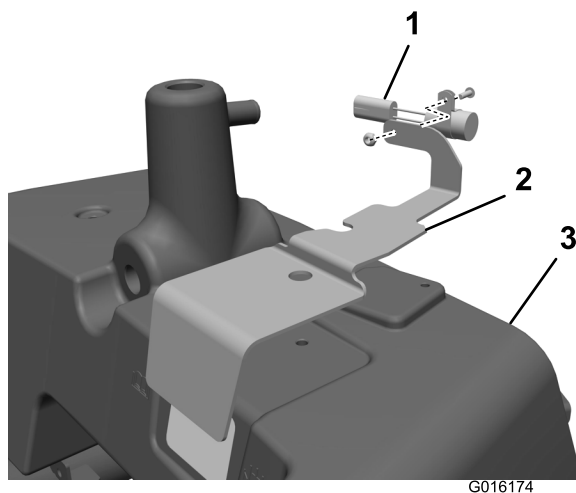

図 3
12. オイルレベルカバーに（ディーゼルモデルの場合）遅延タイマーを取り付ける（図 3）。
13. オイルレベルカバーをセットする（まだ油圧オイルタンクに固定しない）（図 3）。
19. オイルレベルカバーとソレノイドバルブ・アセンブリを、メインの油圧オイルタンクに取り付ける；六角ヘッドボルト（2本）とシールドブラケットを使用する（図 3）。